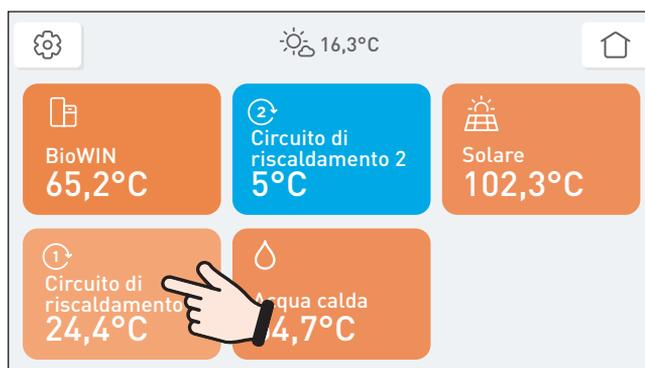

Fig. 17 Menu principale
- ▶ Premere il circuito di riscaldamento desiderato nel menu principale – Fig. 17.